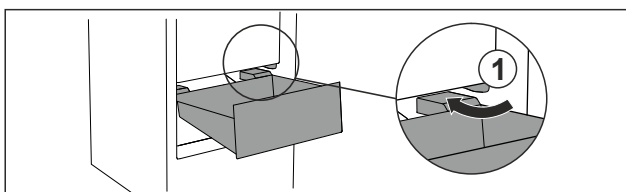

Fig. 74
- Før skuffen rundt stopperne Fig. 74 (1) på skrå.